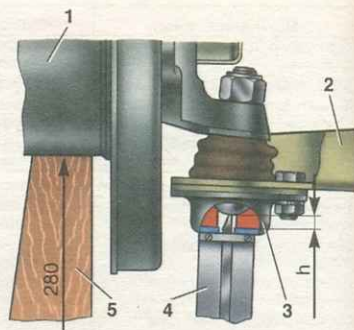

Рис. 5.6. Схема проверки нижних шаровых шарниров: 1 – ступица колеса; 2 – нижний рычаг; 3 – нижний шаровой шарнир; 4 – штангенциркуль; 5 – деревянная колодка
- поставьте под ступицу 1 (рис. 5.6) деревянную колодку 5 высотой 280 мм и опустите на нее автомобиль, очистите нижнюю часть шарнира от пыли и грязи и выверните коническую пробку;